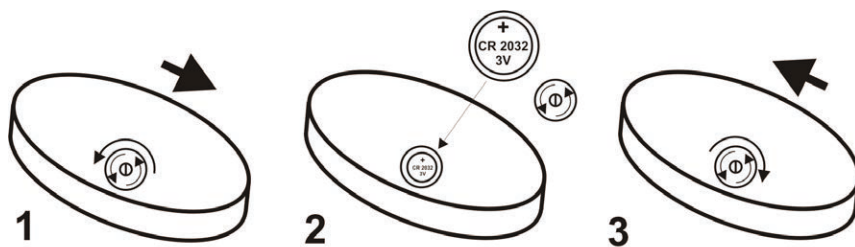

Fig. 3
- Inserte la batería de alimentación suministrada en el mando a distancia. (fig.3)
Para su puesta en marcha podrá actuar de forma manual o con la ayuda del control remoto. Previamente asegúrese de que la batería del mando a distancia esta correctamente ubicada (fig.3).
- Insert the battery supplied with the remote control. (fig.3)